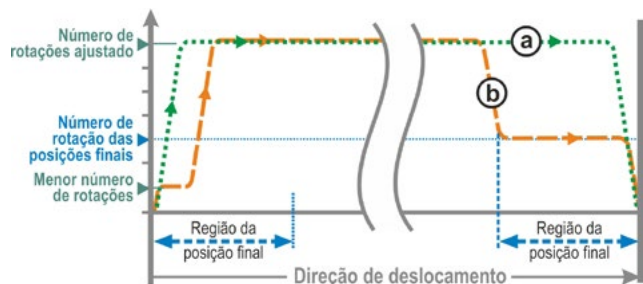

Fig. 3: Velocidade das posições finais 'partida/parada rápidas'
- No desligamento **em função do curso**, o número de rotações é reduzido pouco antes da posição final para que o atuador entre em estado de parada, veja a fig. 3, curva a.